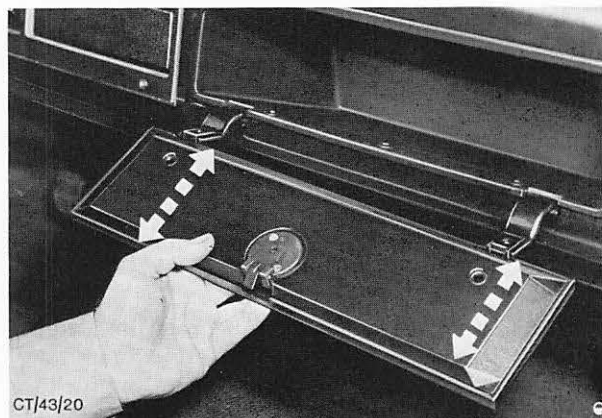

Abb. 26 Handschuhkastendeckel einbauen (Pfeile zeigen Verstellbereich zur Einpassung des Deckels).
1. Handschuhkastendeckel öffnen und beide Befestigungsschrauben des Deckels von den Scharnieren herausdrehen. Deckel von den Scharnieren abziehen. Abb. 26.